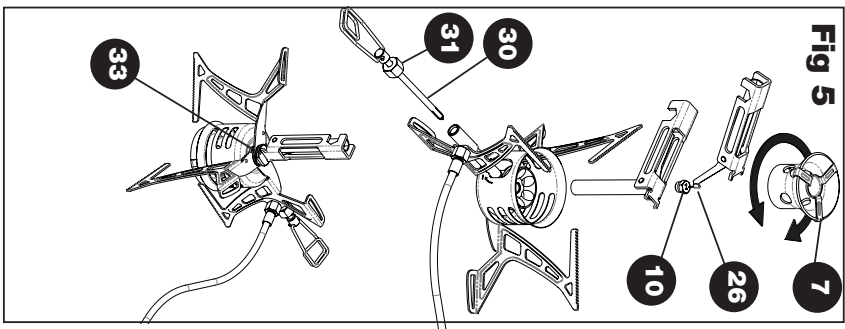

Fig 5
- 6.3 旋转泵头上的黑色旋钮（22）使其与炉具开关相匹配。直至其炉具开关内部的所有胶圈接触（如图5所示）。注意：旋转时切勿用力过猛，只可用手进行操作。旋转过度会导致连接处损坏。